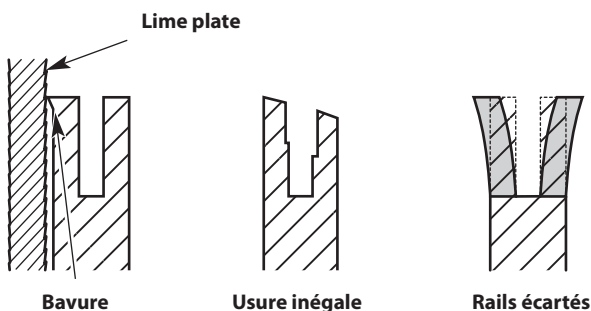

Fig. 25
3. Vérifiez fréquemment la tige de guidage afin d'y déceler des signes de dommages (Fig. 25). L'usure irrégulière et l'ébarbage des rails de guidage (les nervures de chaque côté de la rainure de la tige) sont des processus normaux d'usure de la tige de guidage. Ces défauts doivent être limés dès qu'ils se produisent (Fig. 25). Une tige de guidage avec les défauts suivants doit être remplacée :